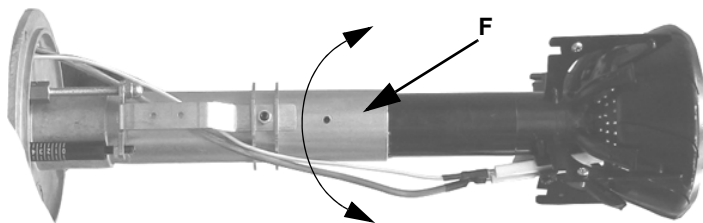
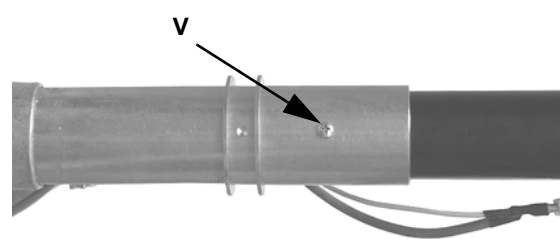

Fig. 16
Fig. 17
- 5 Rimuovere la flangia e la testa di combustione insieme (Fig. 16).
7 Svitare la vite **V** che fissa la testa di combustione al tubo testa, girare la testa di 180° come indicato in(Fig. 16), fino a incontrare il foro **F**, e fissare nuovamente la vite **V**(Fig. 16 - Fig. 17).